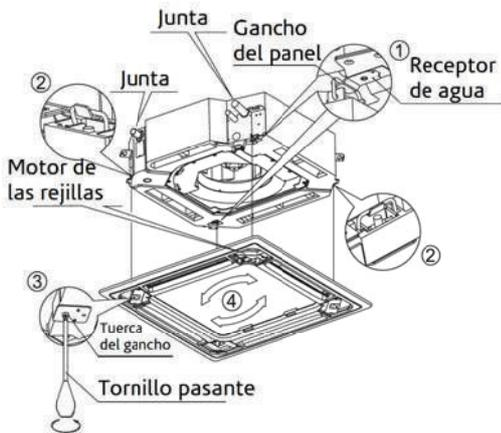

Fig. 5-12
(3) Instale el panel
- a. Alinie el motor oscilante sobre el panel de las juntas de las tuberías del cuerpo de manera adecuada. (fig5-12)